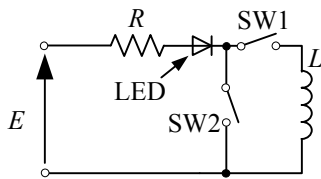

図4-2 コイル実験回路
- (1) 図4-2のように回路を構成する。コイルは適当な値のものを用いる。抵抗 R は $100\ \Omega$ にすること。